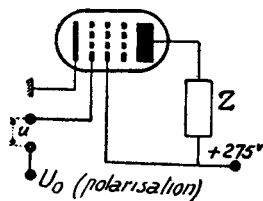

Fig. 1. — Montage théorique d'une EL5.
Indiquons rapidement comment on peut déterminer la caractéristique dynamique d'une lampe, en prenant comme exemple la nouvelle EL 5 montée comme il est indiqué figure 1 (1).